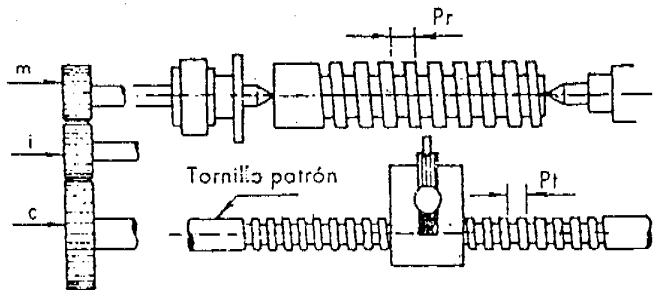

Figura 1
2. Finalidad del engranaje en la transmisión de movimiento en el soporte del torno ( Figura 1 ), según su ubicación.